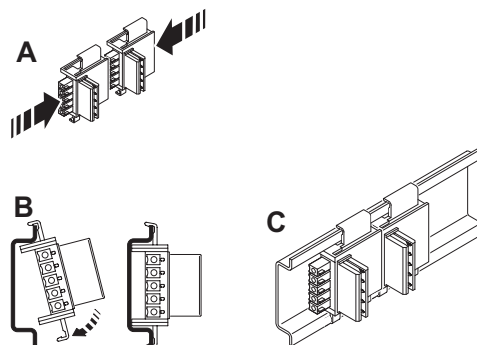

Figure 12
1. Assembler le nombre de connecteurs-bus pour rail nécessaires au système. **Chaque appareil** nécessite **deux** connecteurs ME 17,5 TBUS 1,5/5-ST-3,81, référence 27 09 56 1 (fig. 12).